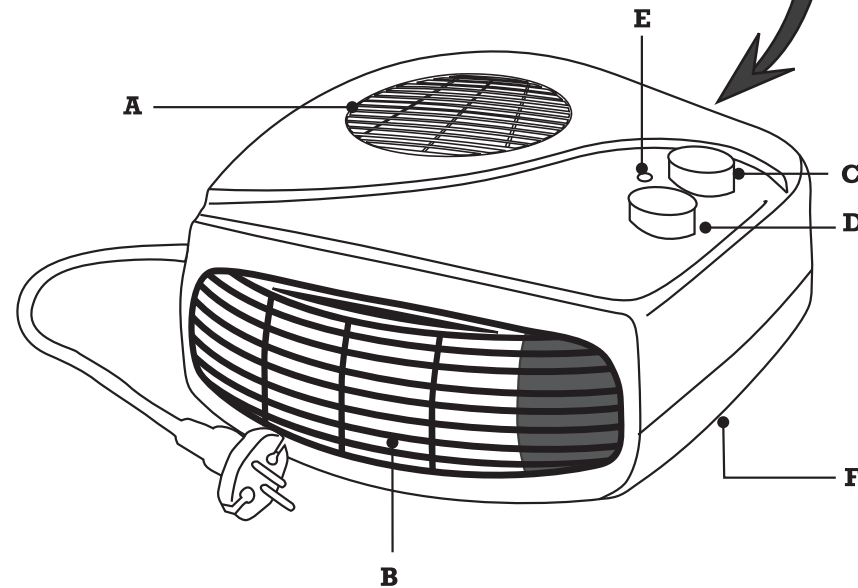

Fig.1
1. DESCRIPCION (FIG.1)
1. DESCRIÇÃO (Fig. 1)